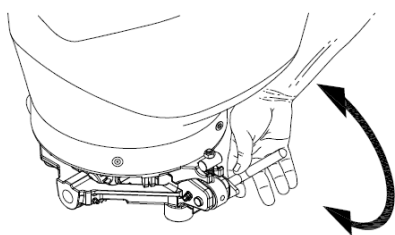

Figura 105
- Destrave a Base do depósito girando a alavanca para cima (Figura 105);